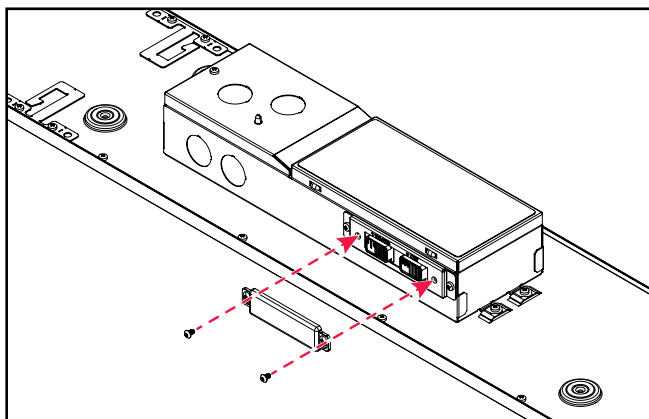

Figure 8.
11. Après avoir choisi le niveau de lumens et la TCP, fixez fermement le couvercle d'interrupteur fourni en utilisant les vis fournies. (Figure 8.)